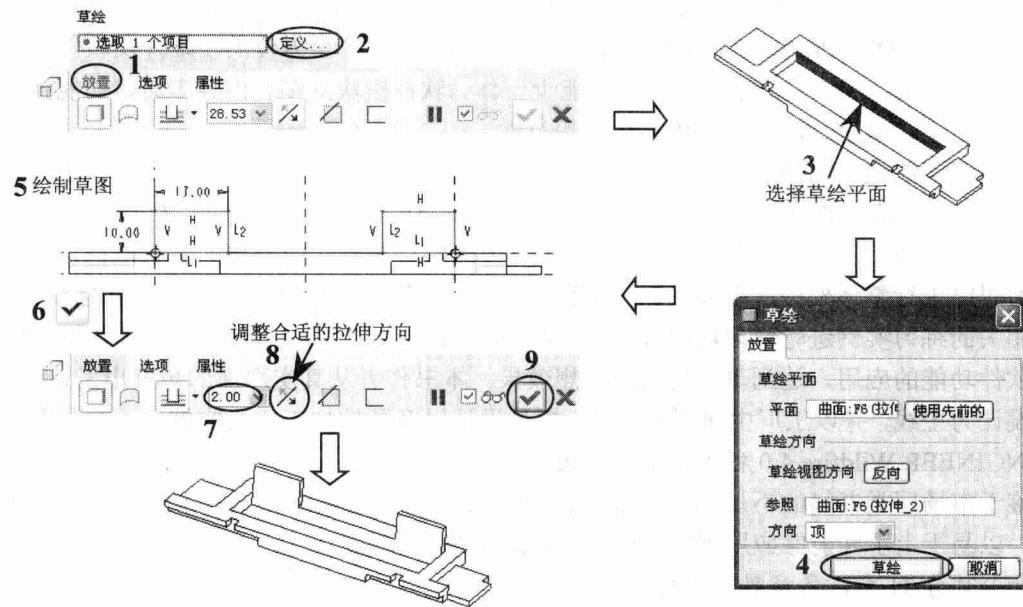

图 1-66 创建拉伸特征
(6) 在【基础特征】工具条中单击【拉伸】按钮，弹出【拉伸】操控板，然后根据图 1-66 所示进行操作。
- 本书所有的操作步骤按照序号进行操作，如图 1-66 所示，即先操作序号为 1，接着操作序号为 2，然后操作序号为 3，……，最后操作序号为 9。